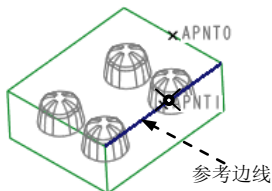

图 22.8 创建基准点 APNT1
- (1) 创建图 22.8 所示的基准点 APNT1。
- ① 单击 **模具** 功能选项卡 **基准** 区域中的  按钮。
- ② 在图 22.8 中选取坯料的边线。
- ③ 在“基准点”对话框中，先选择基准点的定位方式 **比率**，然后在左边的文本框中输入基准点的定位数值（比率系数）0.5。
- ④ 在“基准点”对话框中单击 **确定** 按钮。
- ① 单击 **模型** 功能选项卡 **基准** 区域中的“平面”按钮 .
- ② 在图 22.8 中选取基准点 APNT1。
- ③ 按住 Ctrl 键，选取 MOLD_RIGHT 基准平面。
- ④ 在“基准平面”对话框中单击 **确定** 按钮。